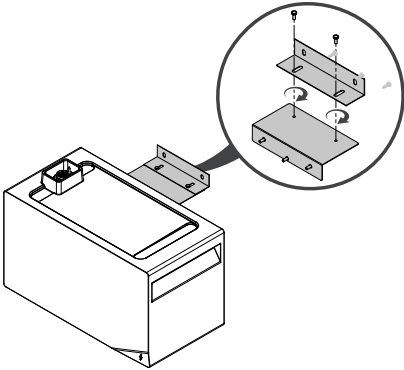

Fig. 6
6. Fissare la staffa di montaggio per il fissaggio parete alla staffa precedentemente installata sul modulo batteria, utilizzando altre 2 viti M4×10 mm ([↗]Fig. 6).